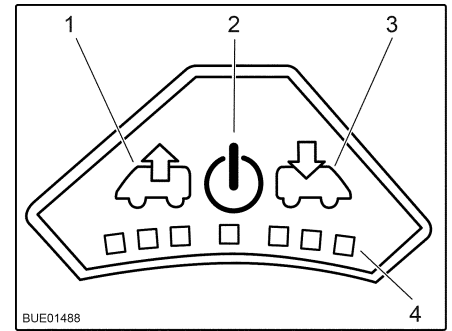

Fig. 36 Cuadro de mando del ventilador
- Conectar:** ■ Pulsar la tecla On/Off (Fig. 36,2). El ventilador funciona en el modo confort (extracción con la velocidad más baja del ventilador).
- Para aumentar la velocidad del ventilador: Pulsar la tecla de extracción (Fig. 36,1). La velocidad del ventilador aumenta un nivel en el sentido de extracción de aire. Los LED (Fig. 36,4) muestran los niveles de ajuste.
- Para disminuir la velocidad del ventilador: Pulsar la tecla de ventilación (Fig. 36,3). La velocidad del ventilador disminuye un nivel.
- Para aumentar la velocidad del ventilador: Pulsar la tecla de ventilación (Fig. 36,3). La velocidad del ventilador aumenta un nivel en el sentido de ventilación. Los LED (Fig. 36,4) muestran los niveles de ajuste.
- Para disminuir la velocidad del ventilador: Pulsar la tecla de extracción (Fig. 36,1). La velocidad del ventilador disminuye un nivel.
- Pulsar la tecla On/Off (Fig. 36,2). El ventilador se detiene, los LED se apagan.